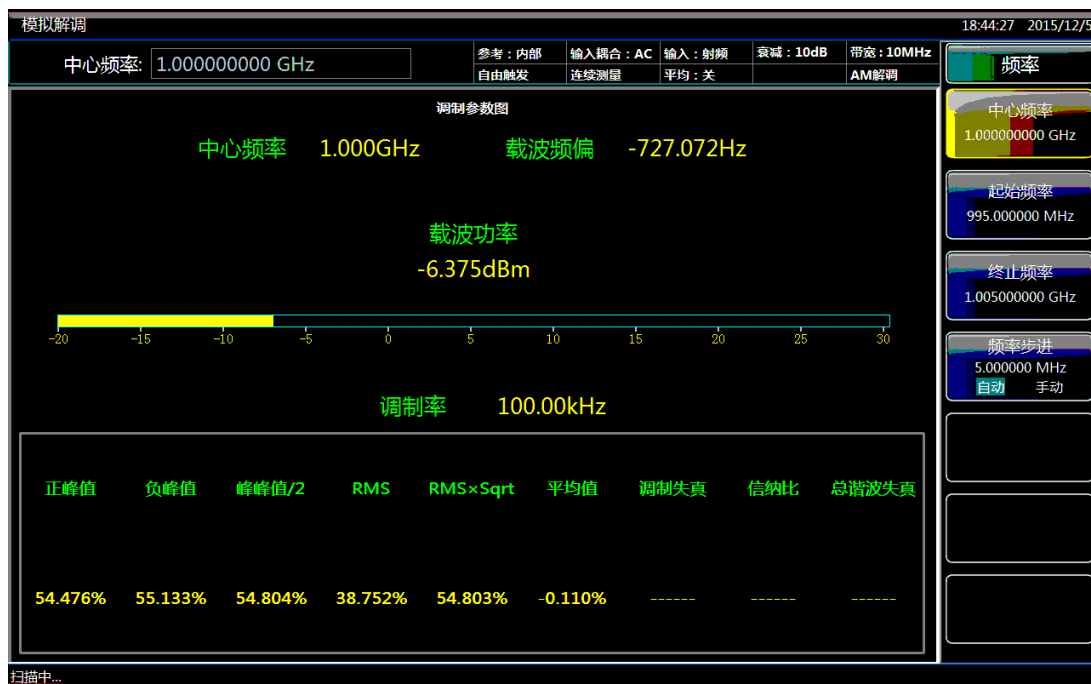

图 4.14 AM 信号测量结果
i) 当测量完成后，正峰值检波方式测得的调制深度、速率、失真和信纳比的测量结果就会同时显示在屏幕上。屏幕的下方会显示当前的测量设置。如图 4.14 所示：
k) 各种检波方式下的测量结果如图 4.14 所示。